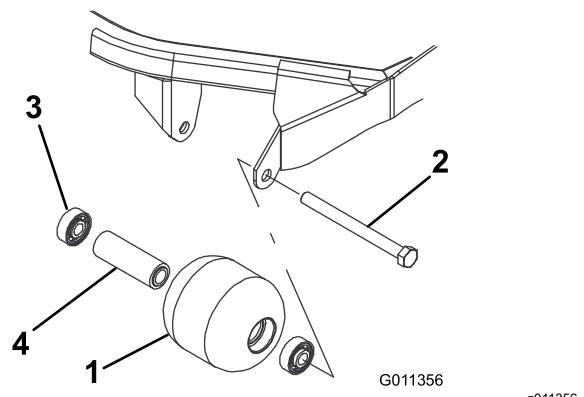

Рисунок 103
- Снимите болт крепления валика (Рисунок 103).
4. Осмотрите корпус, подшипники и распорную втулку подшипника валика на наличие повреждений (Рисунок 103). Замените все поврежденные компоненты и соберите их.
1. Запрессуйте передний подшипник в корпус валика (Рисунок 103). Прикладывайте усилие только к наружному кольцу или одинаковое усилие к внутреннему и наружному кольцам.
2. Вставьте втулку подшипника (Рисунок 103).
3. Запрессуйте второй подшипник в корпус валика (Рисунок 103). Запрессуйте, нажимая с одинаковым усилием на внутреннее и наружное кольца до тех пор, пока внутреннее кольцо не войдет в контакт с проставкой.